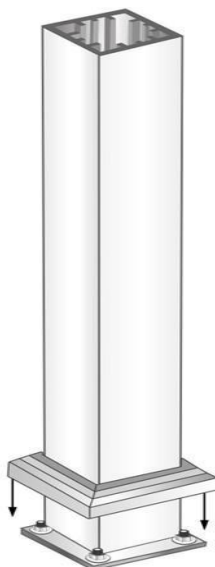

Рис. 3
- На столбы устанавливаются нижние крышки (юбки). (Рис. 3).